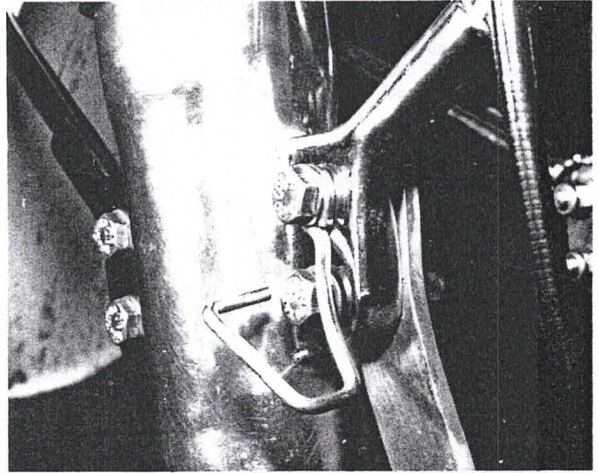

Bild 154
- Der Stossdämpfer kann nicht ausserhalb des Gabelrohres zusammengesetzt und dann als Ganzes eingebaut werden, denn ein Teil des Stossdämpfers sitzt fest im Standrohr. Die Bilder 146 bis 150 zeigen, wie der Stossdämpfer eingebaut werden muss. Vergessen Sie an den Modellen Alpina und Frontera nicht den Bügel, mit dem die Antriebswelle des Geschwindigkeitsmessers geführt wird (Bild 154). Der Unterteil des Stossdämpfers kann eingesetzt werden, nachdem die oberen Stossdämpferteile mit der Feder durch die Drosselscheibe gestossen wurden. Den unteren Stossdämpferteil auf das Gleitrohr ausrichten, damit die Innensechskantschraube eingesetzt werden kann. Die Kappe am oberen Ende der Dämpferstange wird durch die Federkraft allein festgehalten.